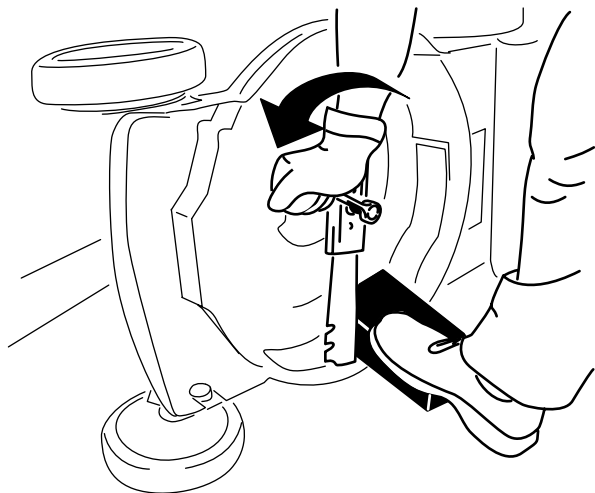

Figura 28
2. Usate un blocco di legno per tenere ferma la lama (Figura 28).
3. Togliete la lama e conservate la bulloneria di montaggio (Figura 28).